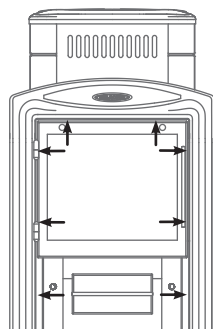

Рисунок 9. Места установки саморезов
1. открутить саморезы 8 шт., которыми прикрепляется рамка с дверцей к топливному каналу, и снять ее; (см. рисунок 9)